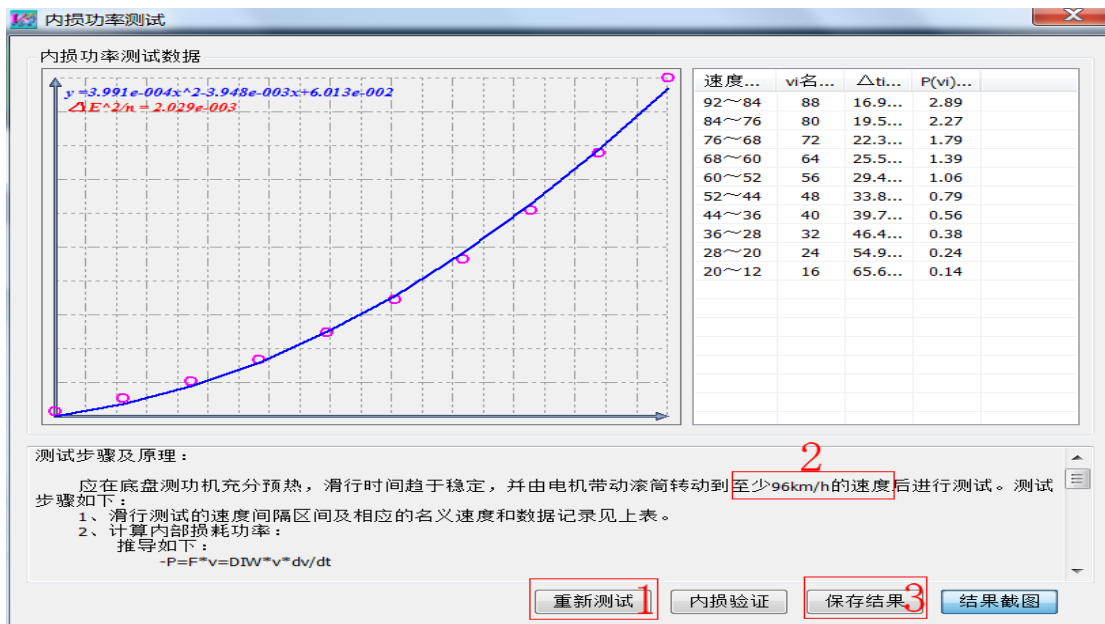

图 4.23
(1)、如图 4.23 所示：点击操作界面右侧的“内损功率”，弹出内损功率测试对话框，点“重新测试”进入测试流程，对话框下面有内损功率测试的步骤和原理（内损功率测试需要由电机带动滚筒转动到至少 96km/h 的速度，此时变频器频率建议设置到 85），内损功率测试完成后也会弹出内损功率测试对话框，点“保存结果”，将内损功率测试数据保存到单片机中，完成内损功率测试。